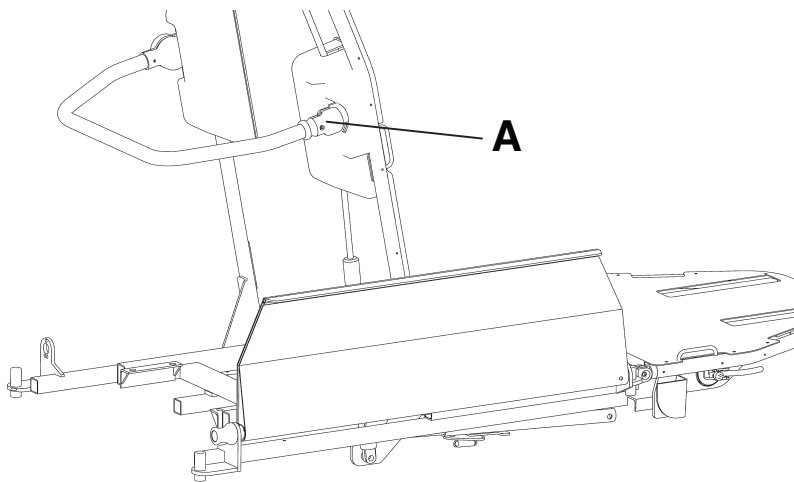

Figura 7 – Mando de liberación rojo
Para subir o bajar la barra de empuje, sujétela mientras tira del mando de liberación rojo (A) (Figura 7). Desplace la barra de empuje a la posición más alta o baja hasta que quede bloqueada.